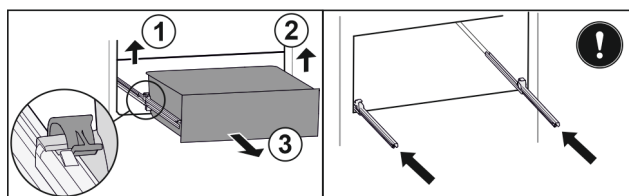

Fig. 43
- Linke Klemme anheben und gleichzeitig Schubfach links nach vorne ziehen. Fig. 43 (1)
- Rechte Klemme anheben und gleichzeitig Schubfach rechts nach vorne ziehen. Fig. 43 (2)
- Schubfach nach vorne entnehmen. Fig. 43 (3)